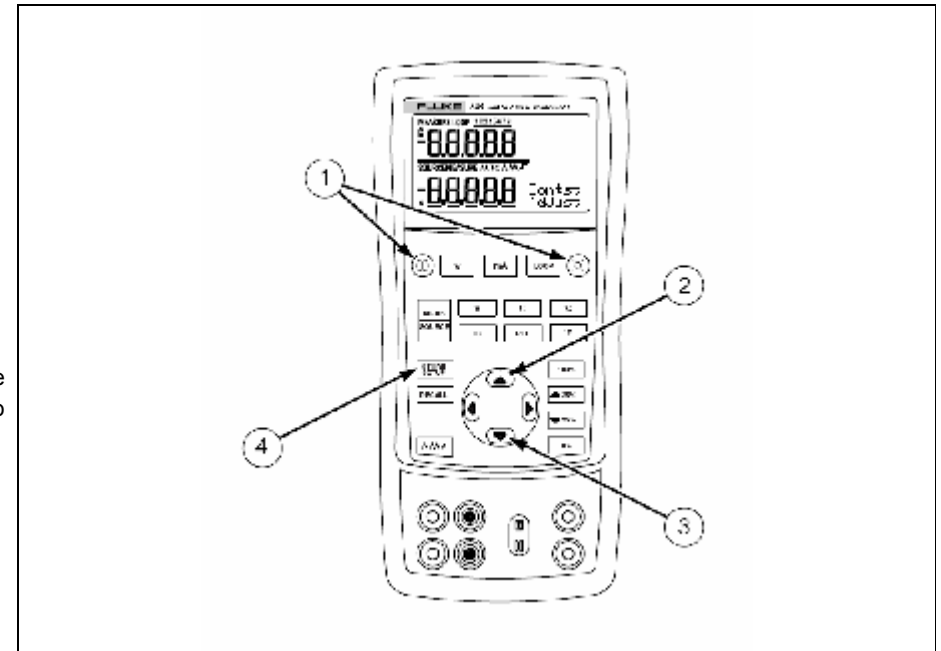

Рис. 6. Регулировка контрастности
1. Нажмите и удерживайте кнопки  и  до тех пор, пока на дисплее не появится надпись Constst Adjust ("Регулировка контрастности"), как показано на рис. 6.